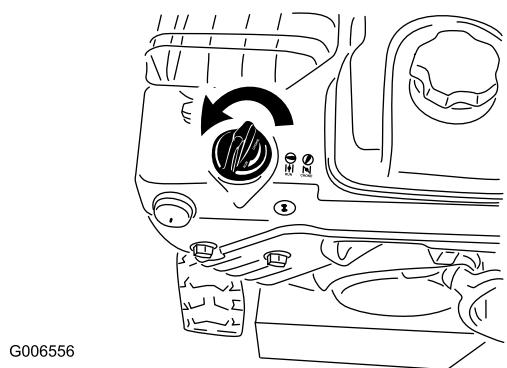

Рисунок 28
- Поверните заслонку в положение Choke (Заслонка) (Рисунок 28).